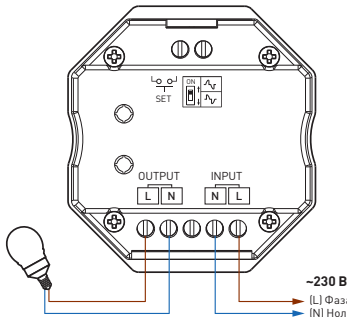

Рис. 4. Схема подключения диммируемых ламп с питанием AC 230 В
- 3.3. Подключите панель согласно схеме на рис. 4, или рис. 5.